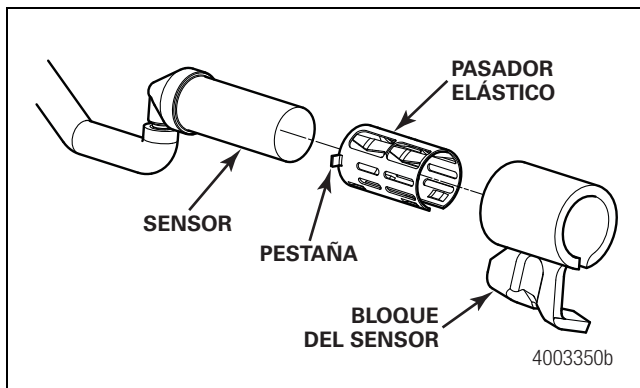

Figura 12.5
- Pasador elástico del sensor — Sujeta el sensor al bloque del sensor. Figura 12.5.